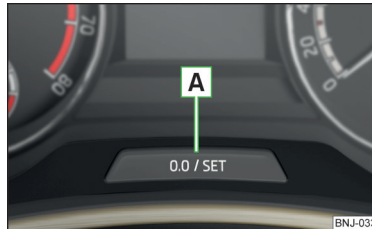

Abb. 34 Taste im Kombi-Instrument
- › Die Taste **A** » Abb. 34 auf Seite 46 antippen.
- › Die Taste **A** » Abb. 34 gedrückt halten, bis im Display der Menüpunkt **Uhrzeit** angezeigt wird.